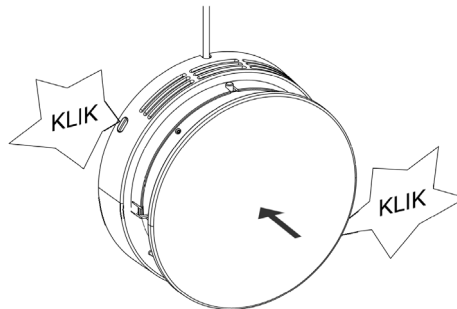

Abbildung 35 - Das Lüftungsgerät wieder in die Wand einsetzen
8. Das Lüftungsgerät wieder in die Wand einsetzen, vorsichtig hineindrücken, sodass die Schnappverschlüsse mit einem kleinen Klick wieder einrasten, siehe nachstehende Abbildung 35 oben.